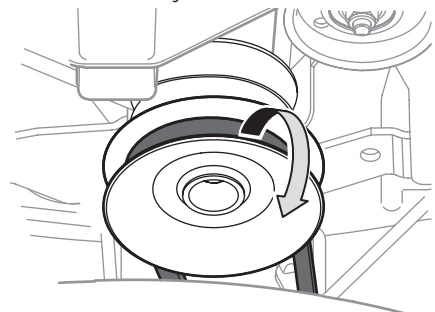

Figura 29
4. Extraiga la correa de alrededor de la polea de la PTO del tractor. Consulte la Figura 29.
3. Extraiga la correa de la plataforma de alrededor de la polea de transmisión de la PTO del tractor cortacésped como se indica en la Figura 29. Simplemente deje rodar un lado de la correa para que salga de la polea y luego debe seguir sacándola todo alrededor de la polea hasta que se sale de la polea.
- Pase la correa de la plataforma a través de la varilla del guardacorrea y colóquela alrededor y sobre la polea de transmisión de la PTO, como se indica en la Figura 29.